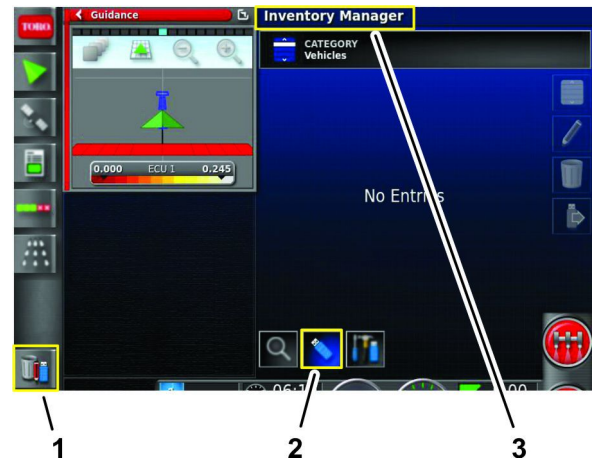

Figura 102
3. Premete l'icona Sistema di gestione dell'inventario (Figura 102).
4. Se il titolo nella parte superiore della schermata indica Sistema di gestione dell'inventario, premete l'icona Commuta visualizzazione (Figura 102).